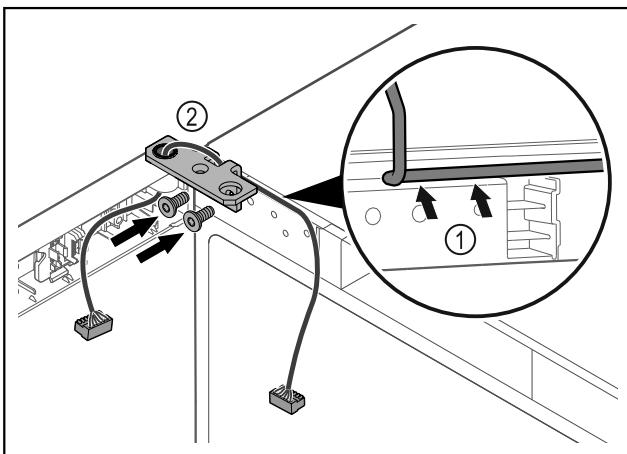

Fig. 47
- Περάστε το καλώδιο μέσα από το άνοιγμα της γωνίας μεντεσέ και τοποθετήστε το προσεκτικό Fig. 47 (1).
- Βιδώστε τη γωνία μεντεσέ Fig. 47 (2).